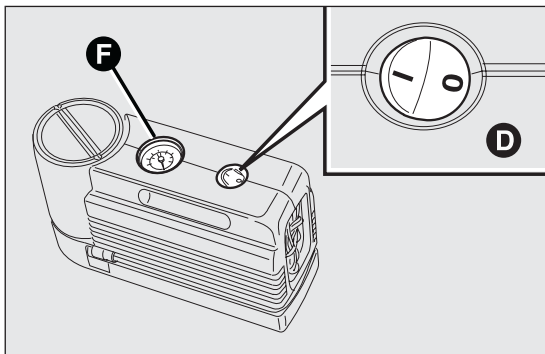
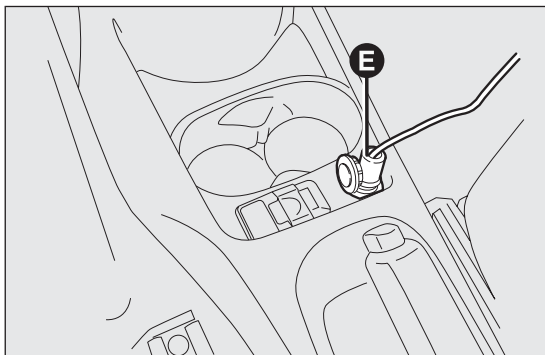

fig. 105
fig. 106
- s'assurer que l'interrupteur D fig. 105 du compresseur est en position 0 (éteint), démarrer le moteur, insérer la goupille E fig. 106 dans la prise de courant et actionner le compresseur en plaçant l'interrupteur D fig. 105 en position I (allumé).
Pour obtenir une lecture plus précise, il est conseillé de vérifier la valeur de la pression sur le manomètre F fig. 105 lorsque le compresseur est éteint ;